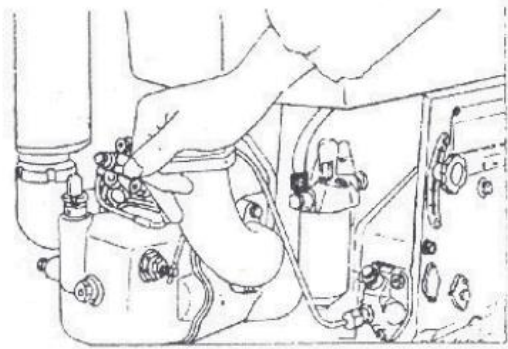

Fig. 8 Um método de parada de emergência. Bloquear o tubo de entrada do motor
- ✓ En condiciones particulares, cuando la parada de emergencia es necesaria, es recomendable soltar cualquier conexión del tubo de combustible de alta presión o usar una estopa o toalla disponible para boquear la entrada del filtro de aire. El motor también se puede parar colocando el dispositivo de descompresión en acción (Fig.8).